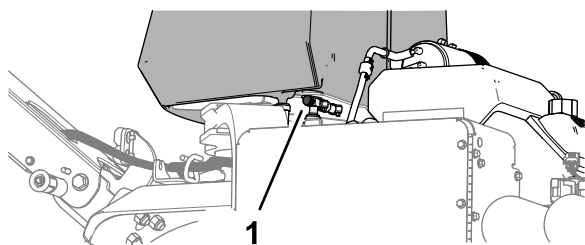

Figura 79
5. Si va a transportar o a almacenar la máquina, cierre la válvula de cierre del combustible (Figura 79).